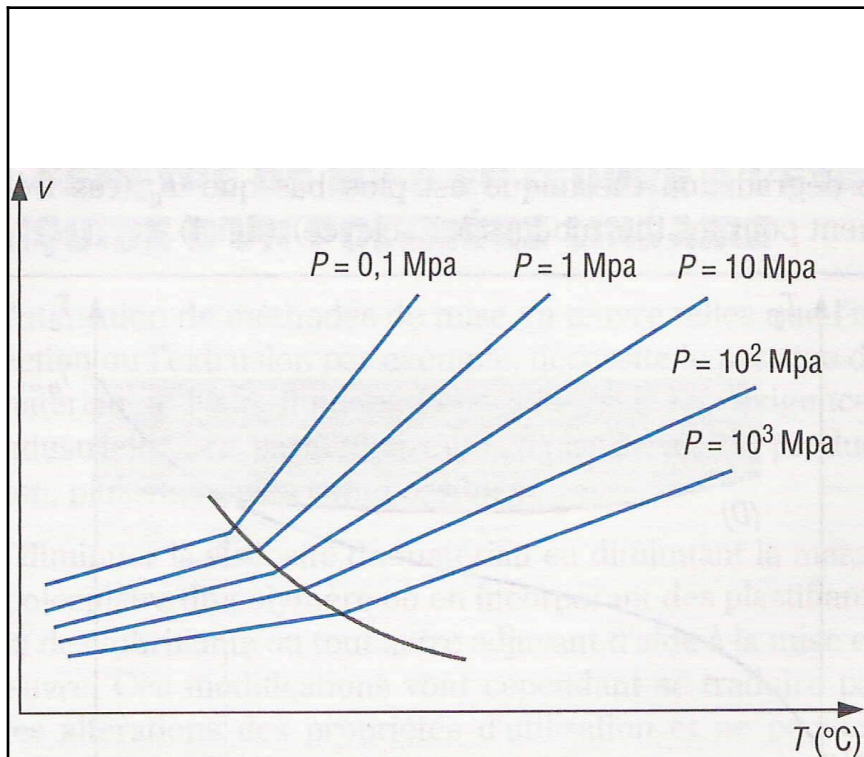

Fig. 11 Allure des isobares (v, T) pour un polymère amorphe (polystyrène cristal)
- *Des systèmes de dilatométrie sous pression permettent d'obtenir les faisceaux d'isobares $V = f(T)$ (fig. 11 et 12).*